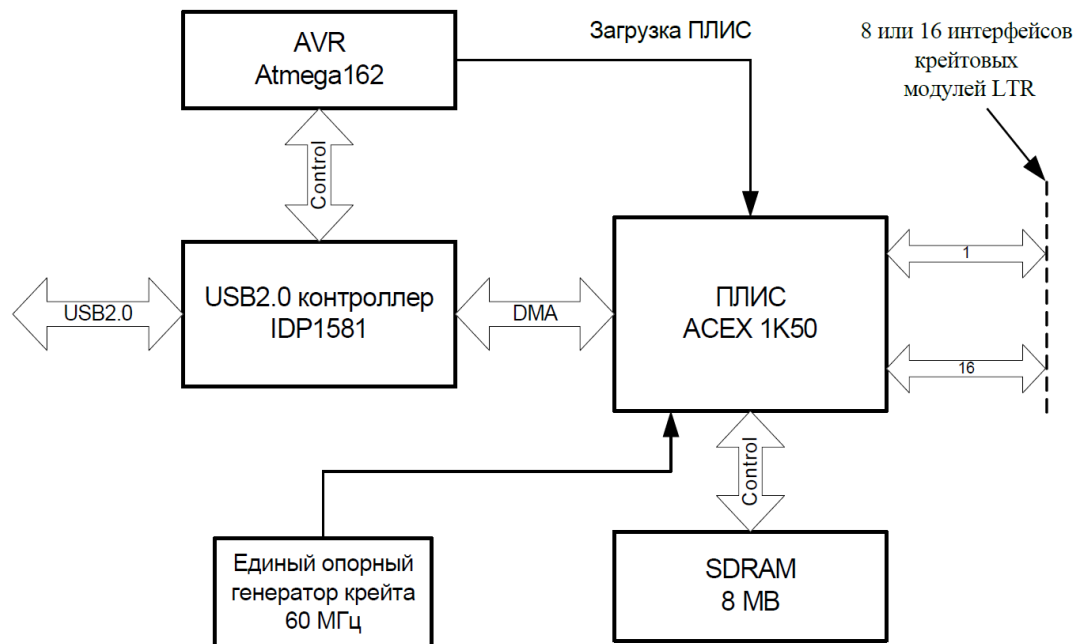

Рис. 4-2. Устройство контроллера крейта LTR010
Группа крейтов LTR-U-8(16) во всех вариантах исполнения источника питания имеет контроллер LTR010. Функциональная схема контроллера крейта показана на рис. 4-2. В его составе находится микроконтроллер AVR типа Atmega162, USB-контроллер типа ISP1581, FPGA (FPGA) семейства ACEX1K, память SDRAM.